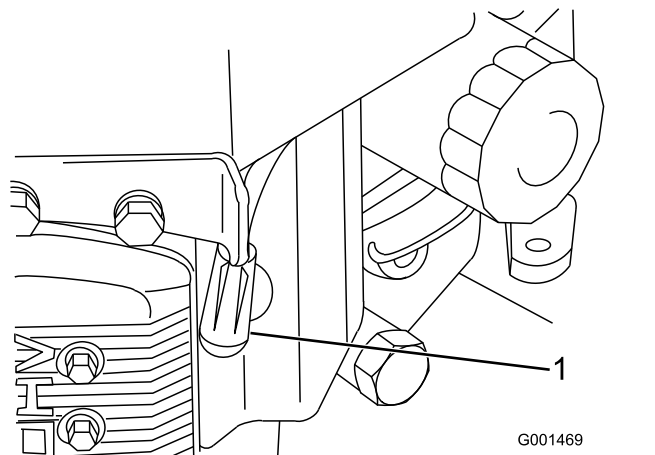

Рисунок 29
3. Отсоедините провода от свечей зажигания (Рисунок 29).